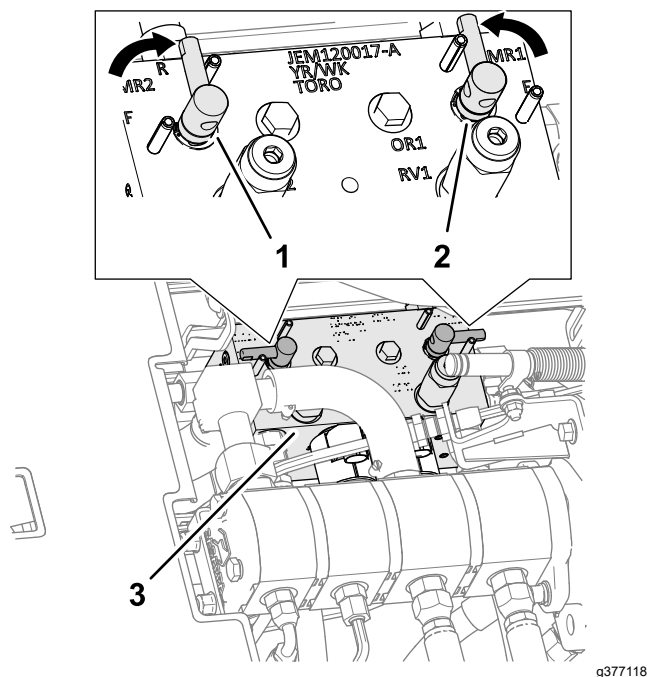

Figura 147
4. Sbloccate il sedile ed alzate per esporre il collettore del tosaerba (Figura 147).
5. Spostate le leve di lappatura in posizione R (lappatura) (Figura 147).